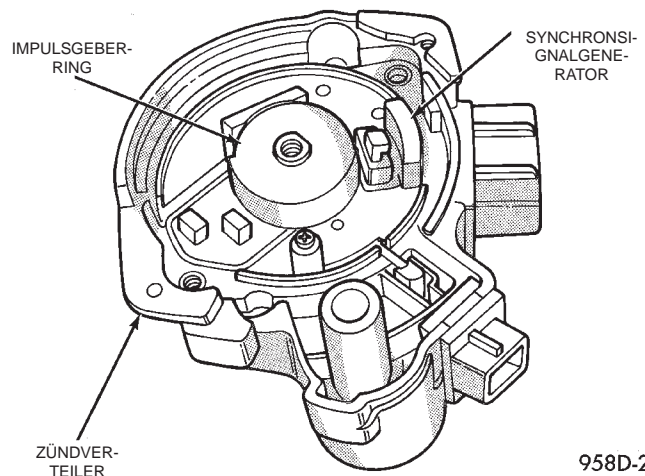

Abb. 15 Nockenwellenfühler (CMP) — 2.5L-Motor
2.5L-Motoren sind mit einem mechanischen Zündverteiler ausgestattet, der von der Nockenwelle angetrieben wird; der Verteilerläufer wird über die Verteilerwelle angetrieben. In allen Zündverteilern ist ein Nockenwellenfühler (CMP) für die Kraftstoffsynchronisation untergebracht (Abb. 15). Dieser Fühler ermöglicht eine synchrone Kraftstoff-Einspritz-